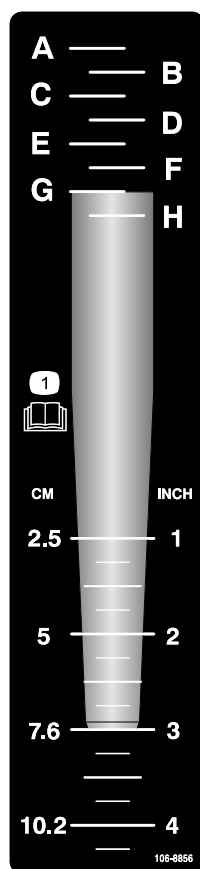

Figura 23
1. Posate la fustella desiderata sull'adesivo di profondità allineando la punta della fustella con la profondità di arieggiatura desiderata, come illustrato nella Figura 23.
2. Determinate l'impostazione indicata dalla lettera allineata con l'estremità di montaggio della fustella (Figura 23). Regolate il comando della profondità sulla lettera corrispondente sull'adesivo.